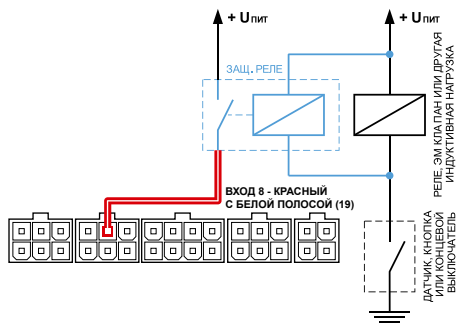

Рис.25. Схема подключения защитного реле
2. Защитное реле (Рис.25) – устанавливается параллельно индуктивной нагрузке. При этом контакты защитного реле служат для замыкания входа контроллера на «плюс».